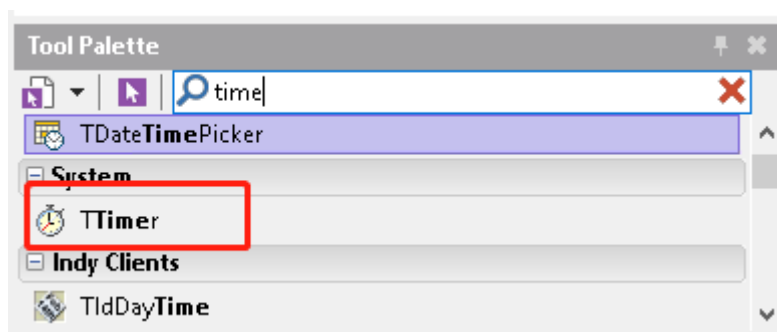

图22
12、在窗体的属性视图添加消息处理函数，这里我们双击 Tool Palette内的红框，加入定时器，以便获取规划位置、规划速度等变量的实时变化，如图22